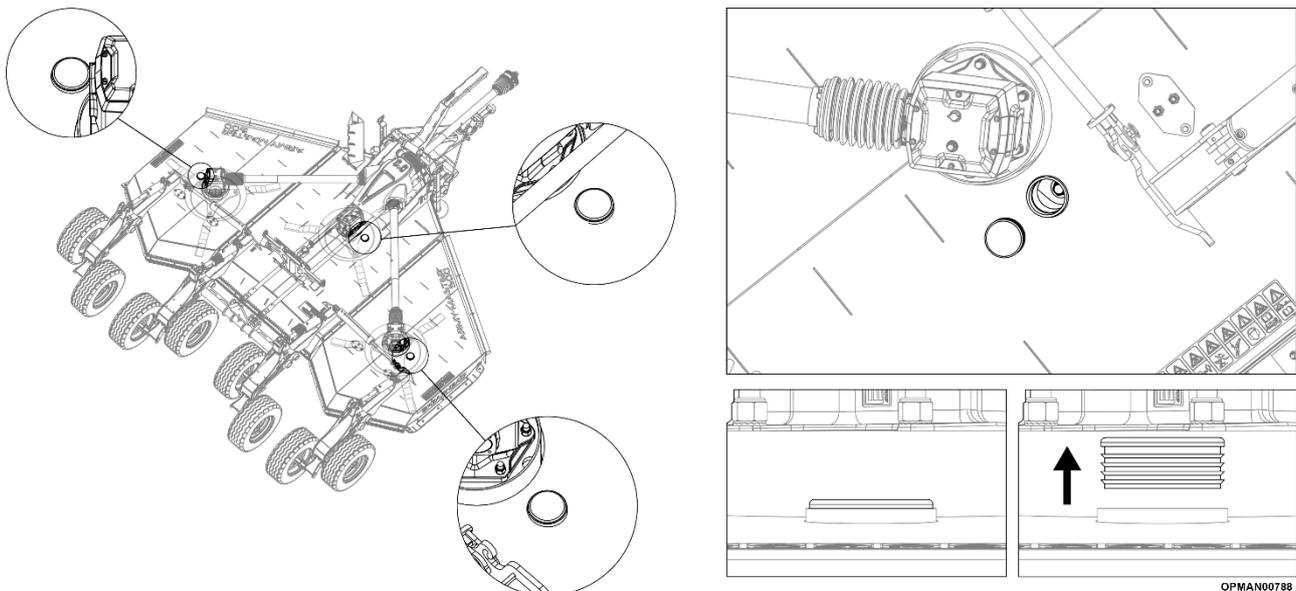

Abbildung 5.51
5.5.7.1 Entfernen Sie zunächst die Wartungskappe der Messerschraube, die sich auf dem erforderlichen Mähwerk der Maschine befindet. Drehen Sie den Messerträger, um die Mutter mit der Inspektionsöffnung auszurichten, siehe Abbildung 5.51.